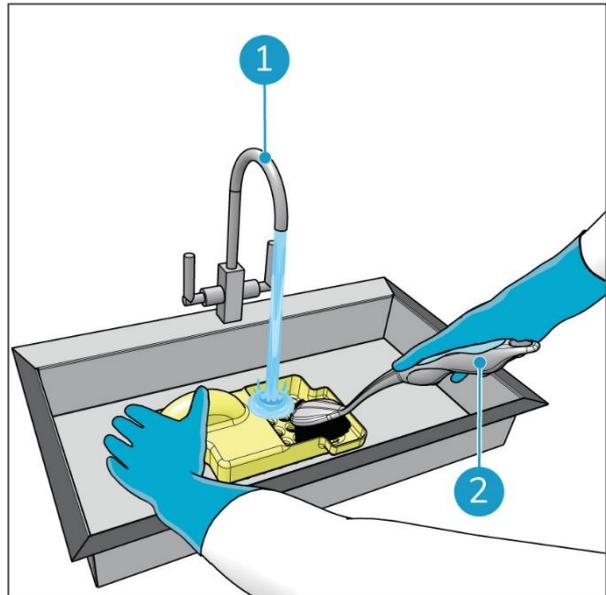

Figure 51
2. Enlevez-en les débris à la main et nettoyez-la avec de l'eau du robinet et une brosse (Figure 51, pos. 2) au-dessus d'un évier.
3. Rincez-la à l'eau du robinet (Figure 51, pos. 1).